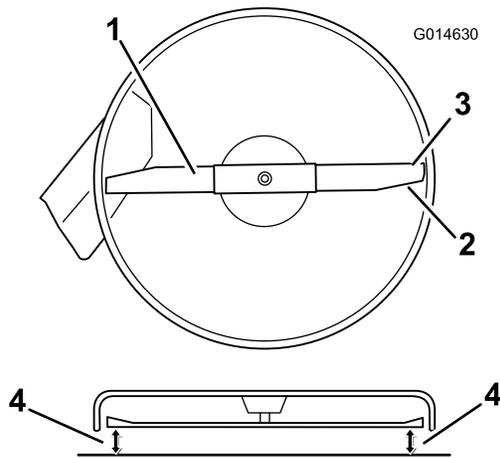
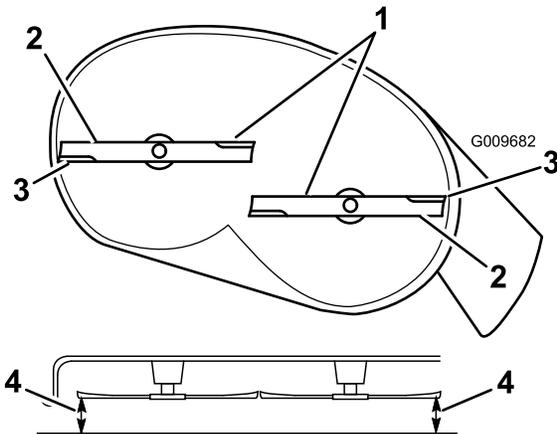

Bild 57
Bild 58
4. Drehen Sie die Messer vorsichtig, damit sie alle quer gestellt sind (Bild 57 und Bild 58).
5. Messen Sie den Abstand zwischen den äußeren Schnittkanten und der ebenen Oberfläche (Bild 57 und Bild 58). Wenn beide Messwerte nicht innerhalb von 5 mm liegen, ist eine Einstellung erforderlich. Machen Sie mit diesen Schritten weiter.